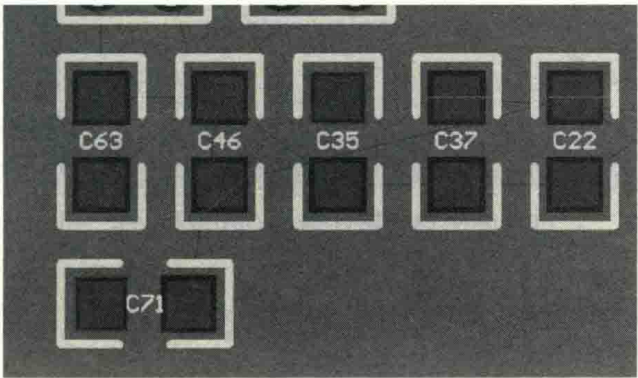

图 13-9 丝印放置到元件中心
(2) 利用全局操作把元件的位号丝印调小（推荐字高为 10mil，字宽为 2mil），并调整到元件中心，不至于阻碍视线，方便布局布线时识别，如图 13-9 所示。